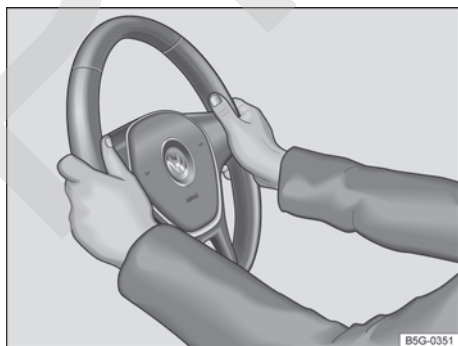

Fig. 76 En el volante: posición equivalente a las 9 y las 3 horas.
- Ajuste el volante de forma que pueda sujetarlo con las dos manos por los lados, por su parte exterior, en la posición equivalente a las 9 y las 3 horas → fig. 76 con los brazos ligeramente flexionados.
- Con el fin de reducir el peligro de sufrir lesiones en caso de que se dispare el airbag frontal del conductor, durante la conducción sujete siempre el volante por los lados, por su parte exterior, con las dos manos en la posición equivalente a las 9 y las 3 horas → **fig. 76**.